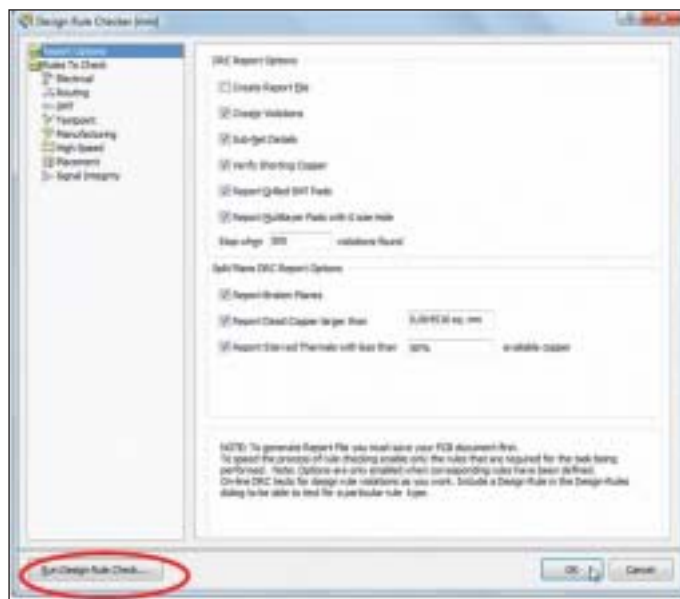

Рис. 90. Запуск проверки
3. Нажмите кнопку *Run Design Rule Check* (рис. 90).